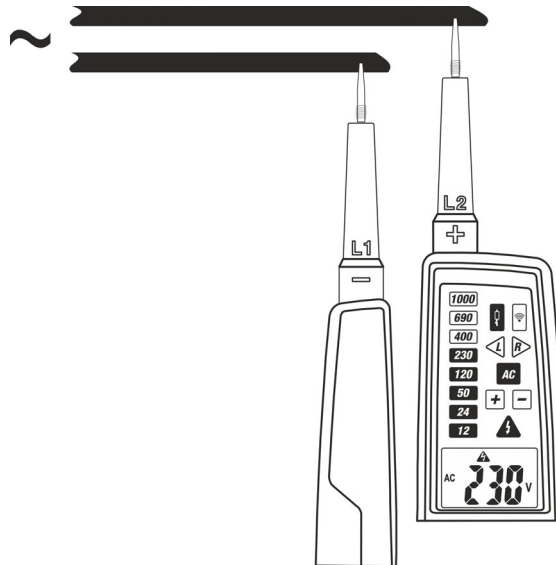

Fig. 6: Misura di Tensione AC con bassa impedenza
2. Collegare i puntali L1 e L2 alla sorgente in prova (vedere Fig. 6). La misura è eseguita **solo con contatto dei puntali sulla parte metallica dei conduttori**